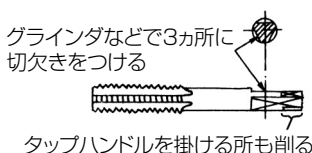

図 3
- タップのシャンク部に切欠きを付けチャックのつめが掛けられるようにする。(図3)